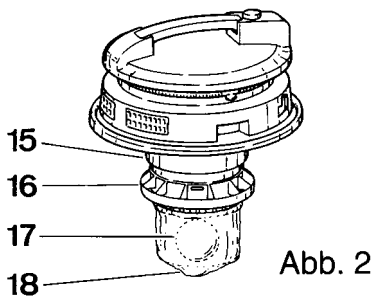

Abb. 2
- Trockener Staub oder Abfall darf **nie ohne eingesetzten Textil- und Sicherheitsfilterfilter** gesaugt werden (*Bild 2*).
(Bild 2)